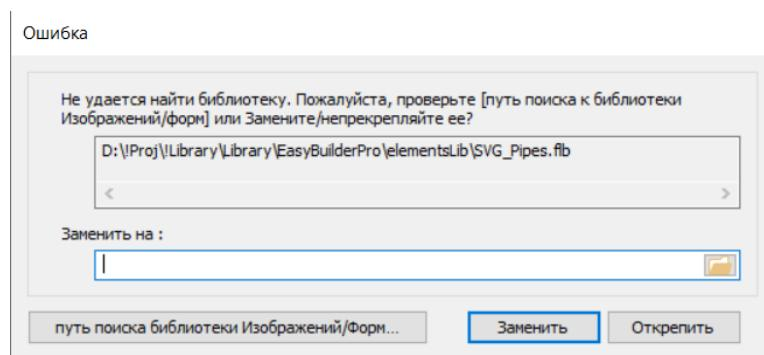

Рисунок 2.2 – Ошибка отсутствия файла библиотечных элементов
3. В случае если библиотека элементов «SVG\_Pipes.flb» еще не была добавлена в проект, то при его запуске будет отображено всплывающее окно «Ошибка» (рисунок 2.2). Для того чтобы добавить библиотеку необходимо в окне «Ошибка» нажать кнопку (  ), указать путь к файлу библиотечных элементов «SVG\_Pipes.flb», поставляемому Предприятием-изготовителем на Flash-накопителе и нажать кнопку «Заменить».